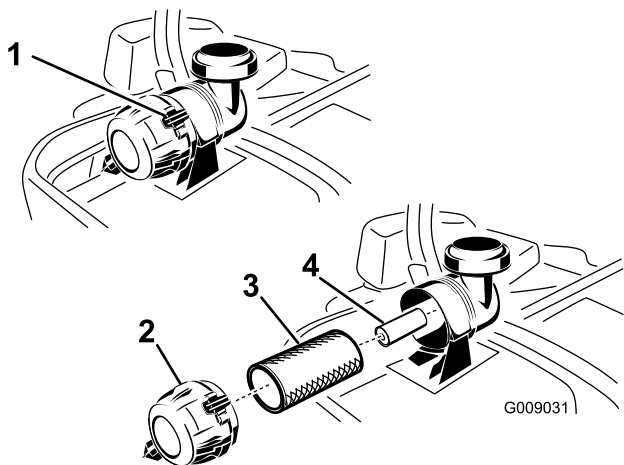

Figura 48
3. Premete verso il basso per rilasciare i dispositivi di fermo sul filtro dell'aria e togliere il coperchio dal corpo del filtro (Figura 48).
5. Estraete con cautela il filtro primario dal corpo del filtro dell'aria (Figura 48). Non urtate il filtro contro il corpo.
1. Non pulite il filtro primario di carta, sostituitelo (Figura 48).
2. Se sostituite il filtro secondario, inseritelo con cautela nel corpo del filtro (Figura 48).
3. Montate con cautela il filtro primario sul filtro secondario (Figura 48). Premete sul bordo esterno del filtro mentre lo inserite, per accertarvi che venga inserito a fondo.
di fermo bloccino il coperchio nella corretta posizione (Figura 48).